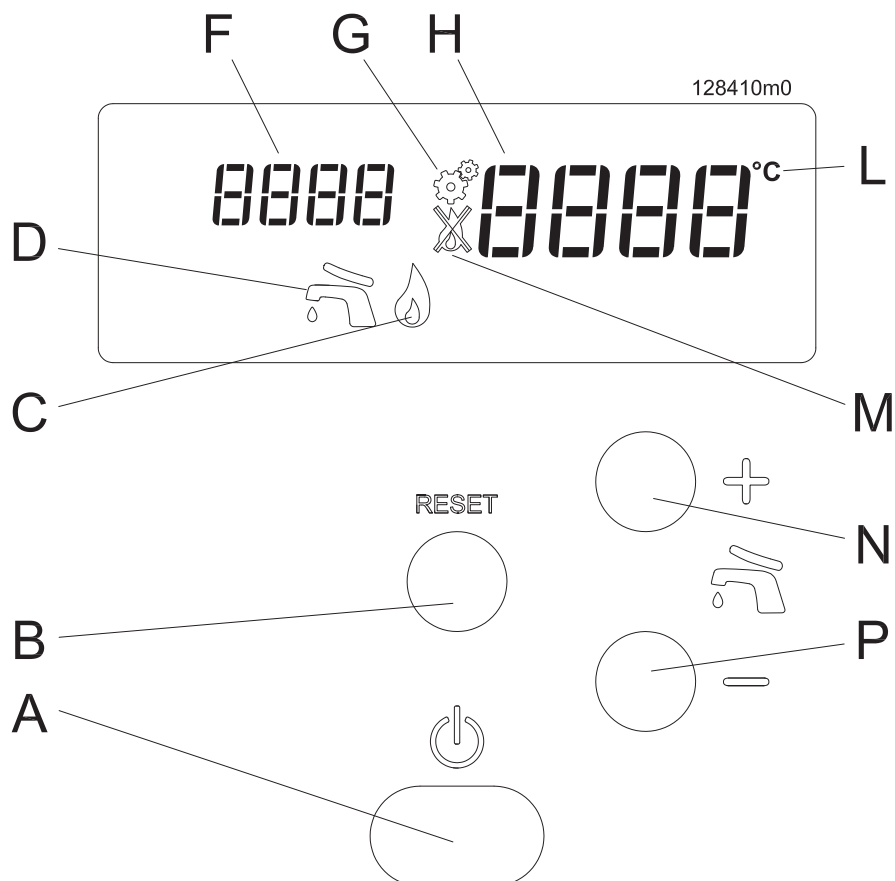

Figura 7-1 - Quadro comandi
- 1.- accendere l'apparecchio tramite l'interruttore "A" di figura 7-1;
Legenda figura 7-1
L'ingresso nel “Menù utente” è evidenziato dal visore “F”, di figura 7-1, che indica parametri che possono assumere valori
esegue agendo sui tasti  + e  -. Premuto uno dei due tasti, il visore “H” di figura 7-1, comincia a lampeggiare e a mostrare la temperatura che si sta impostando. Il campo di regolazione entro il quale si può regolare la temperatura del sanitario va da 40°C a 60°C.
la scritta **OFF** ad indicare lo spegnimento del servizio sanitario, evidenziato anche dallo spegnimento dell'icona “D” di cui in figura 7-1.
- premere il tasto RESET per accedere all'interno del parametro (il visore “H” di figura 7-1 comincerà a lampeggiare);